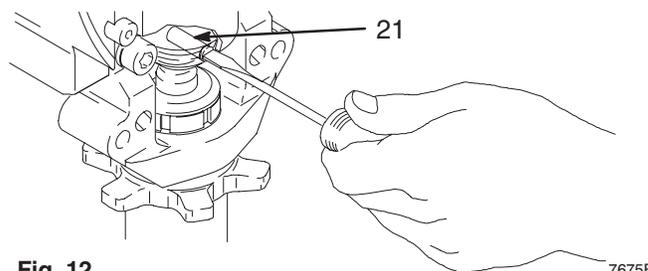

Fig. 12
3. Fig. 12. Utiliser un tournevis: relever le ressort et sortir la broche.
2. Fig. 12. Pousser la broche (21) dans les trous et pousser le ressort d'arrêt dans la gorge tout autour de la tige de connexion.